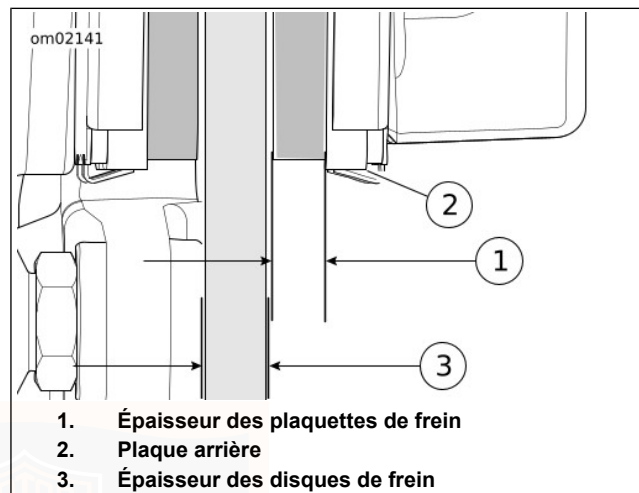

Figure 35. Épaisseur des freins
2. Voir Figure 35. Mesurer l'épaisseur du matériau de friction de la plaquette de frein.